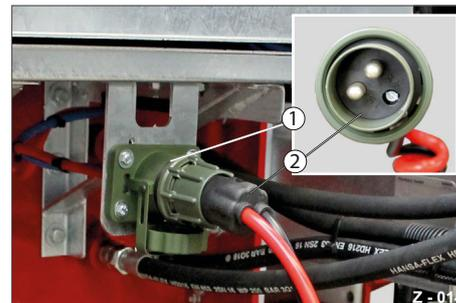

Abb. 14 Stromversorgung verbunden
► Stecken Sie den NATO-Stecker (Abb. 14/2) in die NATO-Steckdose (Abb. 14/1) und verschrauben Sie die Verbindung.